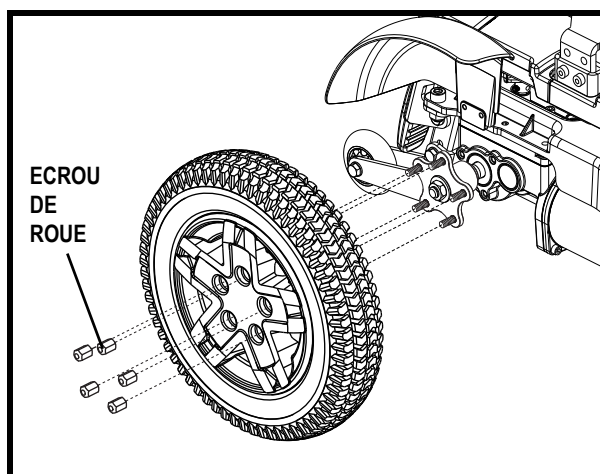

Figure 18. Roue motrice Rival
4. Retirez les cinq (5) écrous de roue du moyeu. **Voir la figure 18.**